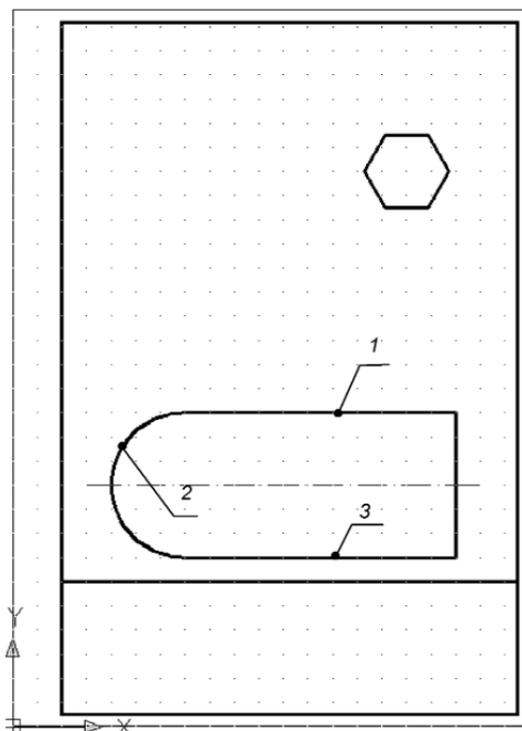

Рис. 3.1. Вычерчивание рамки формата А4 и элементов чертежа
Выполнить построения в соответствии с рис. 3.1.
6. Построить замкнутый контур, используя команды **Line** (Линия) и **Arc** (Дуга), в соответствии с рис. 3.1: